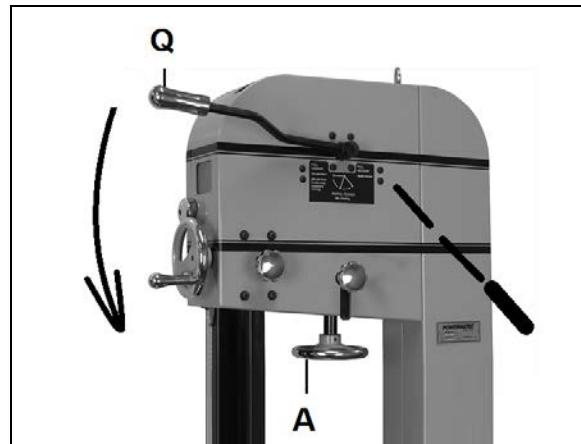

Fig 33
Lösen Sie die Bandspannung durch Umlegen des Band-Schnellspannhebels (Q, Fig 33) und durch Drehen am Bandspann-Handrad (A).